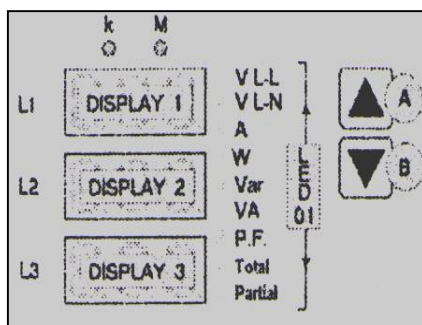

Fig. 11 Posicionamiento sobre Horas Parciales
- Mediante el botón A o B, posicionarse sobre la medida Horas parciales sin soltar el botón una vez obtenida la medida deseada, fig. 11.